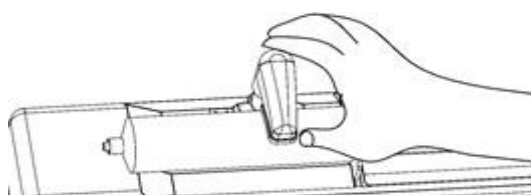

Figure 4
8. Faites pivoter la barre de fixation de la seringue de 90° dans le sens anti-horaire afin de fixer le corps de la seringue. Assurez-vous que le corps de la seringue est bien fixé, de manière à ce que la seringue ne bouge pas pendant la perfusion (fig. 4). Fermez le capot de protection.